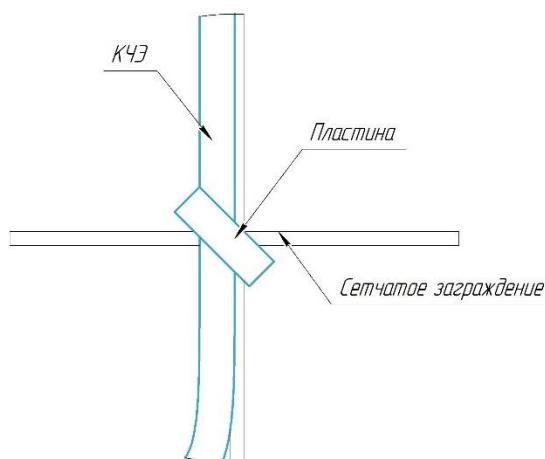

Рисунок 2
- 5) Кабельные ЧЭ НЧ и ЧЭ ВЧ крепить пластинами (Рисунок 2) или металлическими стяжками из комплекта монтажных частей КМЧ-СК или комплекта монтажных частей КМЧ-СП (комплект монтажных частей КМЧ-СК, комплект монтажных частей КМЧ-СП и металлические стяжки в состав изделия не входят, приобретаются отдельно) на расстоянии не более 0,7 м (рекомендуемое